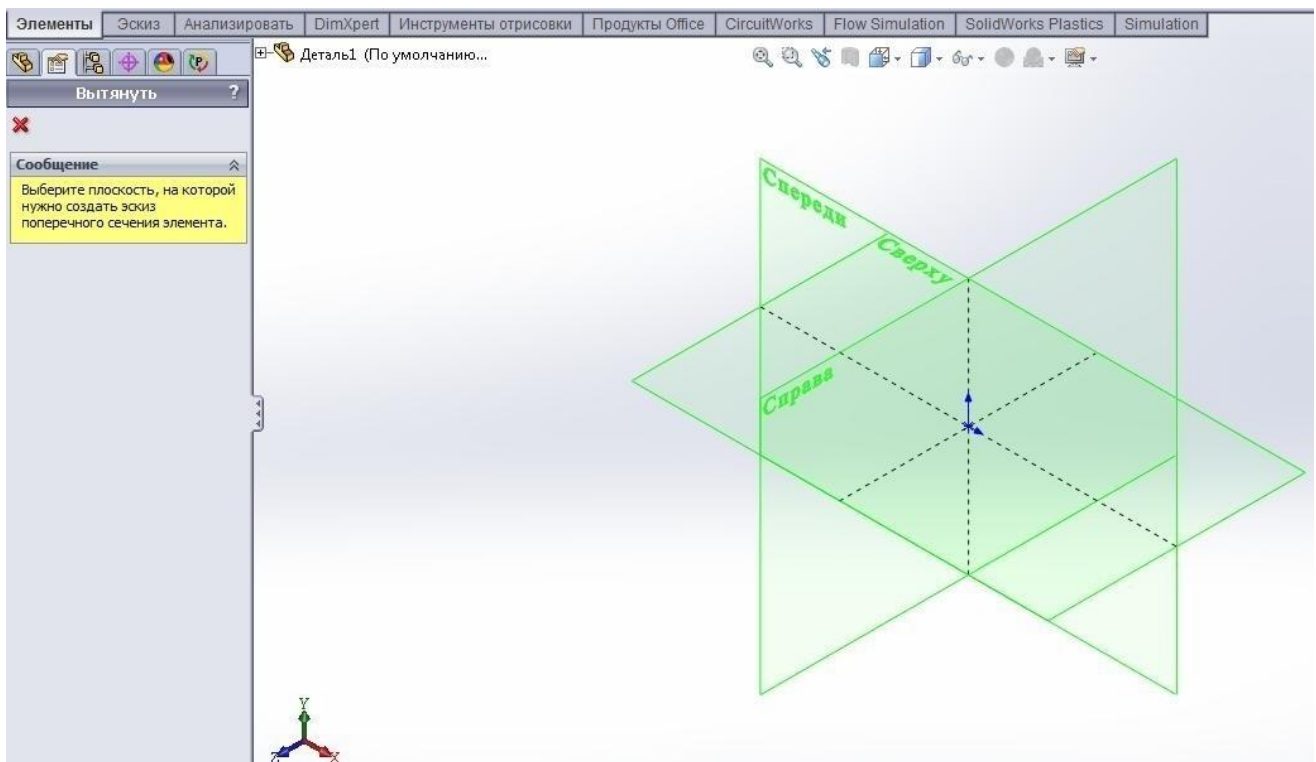

Рисунок 1.3 - Графічна область під час створення твердотільного елемента командою Витягнута бобишка/основа
2. На панелі інструментів **Елементи** натиснути кнопку **Витягнута бобишка/основа**. При цьому буде активізовано команда створення твердотільного елемента методом витягнутої бобишки (рис. 1.3).